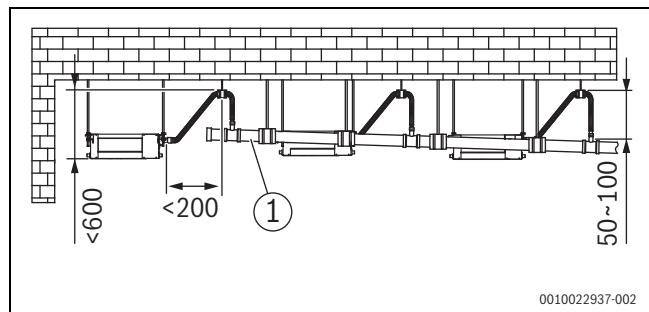
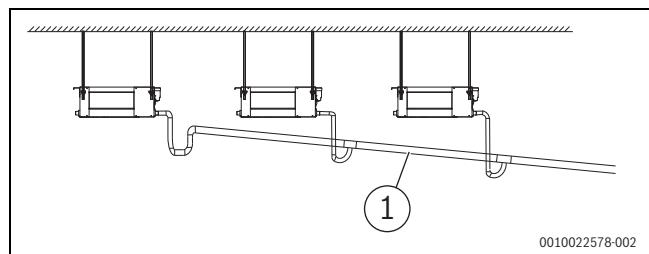

Fig. 25 Installation et distances des tubes d'évacuation d'eau avec pompe à eau [mm]
Fig. 26 Installation des tubes d'évacuation d'eau sans pompe à eau
- ▶ Installer les tubes d'évacuation comme indiqué sur la figure 25 (avec pompe à eau) et la figure 26 (sans pompe à eau). La sortie des tubes d'évacuation ne doit pas être supérieure à la hauteur d'évacuation, tout en assurant une inclinaison vers le bas supérieure à 1/100.